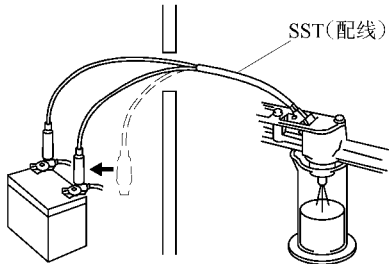

图 2-106 用量杯测量其喷油量
- 5) 将 EFI 检查用配线“F”连接到喷油器和蓄电池上 15s，并在此时间内用量杯测量其喷油量，如图 2-106 所示。